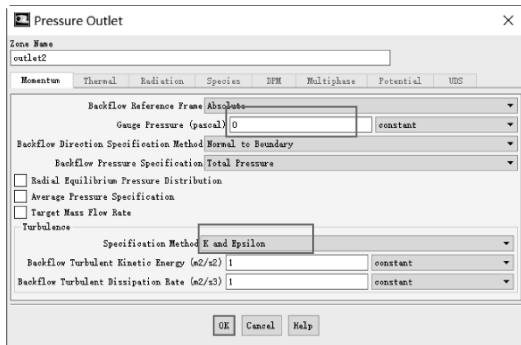

图 11-148 设置混合出口边界
(3) 单击【Zone】→【outlet2】→【Type】→【pressure-outlet】→【Edit…】，从弹出的对话框中，【Gauge Pressure (pascal)】= 0，【Turbulence】→【Specification Method】= K and Epsilon，其他默认，单击【OK】关闭窗口，如图 11-148 所示。